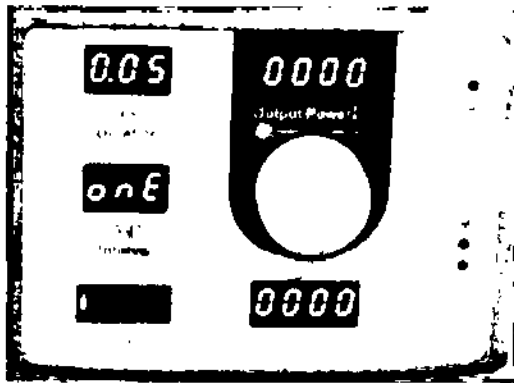

Figura 9. De energía inicial en las pantallas y los resultados
1. Gire el interruptor de alimentación del láser (asegúrese de que el interruptor de emergencia no se presiona a) y verificar que las pantallas son los mismos que en la Figura 9. En el modo de espera no debería haber haz el objetivo y el Poder mostrar acero vatios. Sostenga el extremo de la fibra que deberían ir a la entrega lámpara de hendidura zoom unidad y no la viga del Objetivo es visible.